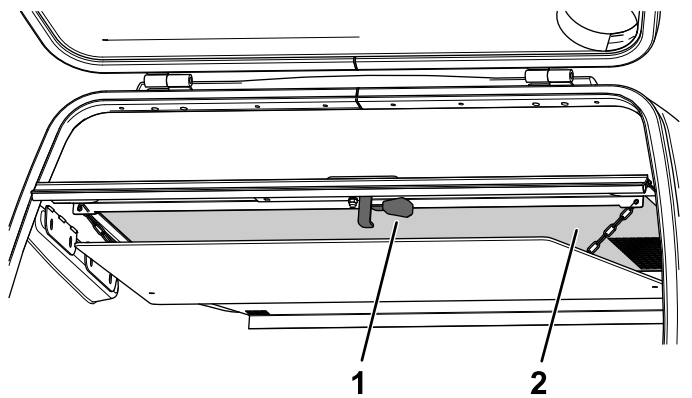

Figura 112
2. Tirate verso il basso la leva di rilascio sulla parte inferiore della griglia della tramoggia (Figura 112).